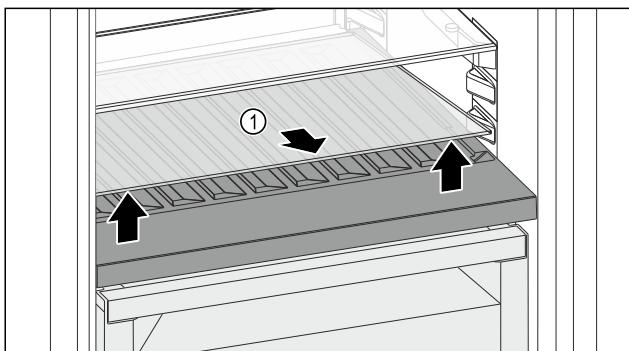

Fig. 113
- Podignite staklenu ploču Fig. 113 (1) na otvoru sprijeda i izvadite je.
- Čuvajte staklenu ploču Fig. 113 (1) na sigurnom izvan uređaja.